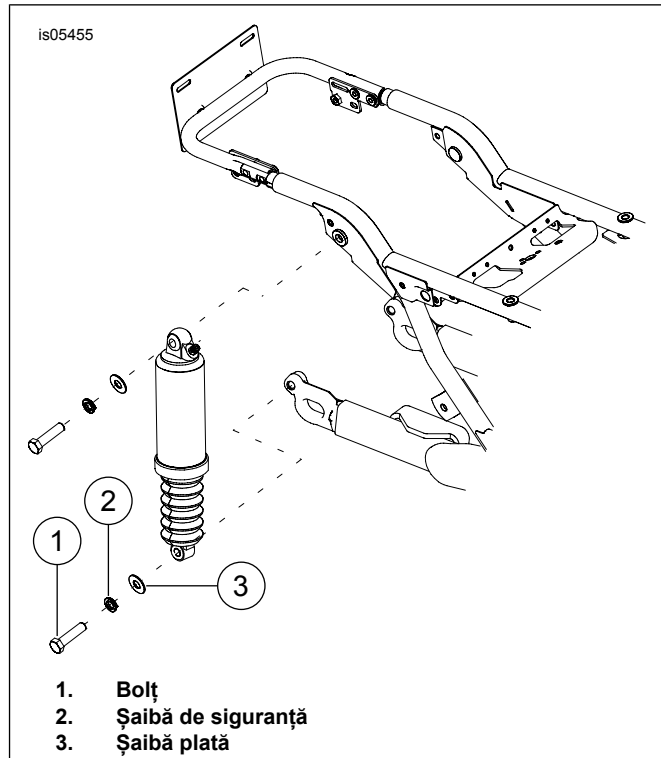

Figura 3. Se demontează amortizorul de șoc din spate
8. Consultați Figura 3. Scoateți bolțurile de montare din partea inferioară (1), șaibele de siguranță (2) și șaibele plate (3) de pe amortizoarele de șoc.